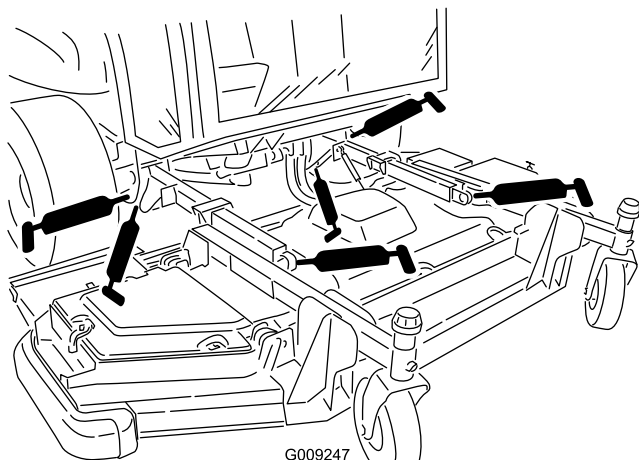

Figura 55
- Casquillos de los brazos de elevación (2) (Figura 55).
- Articulaciones de bola de los brazos de elevación (2) (Figura 55).
- Pivotes de los cilindros de elevación de la carcasa delantera (2) (Figura 55)